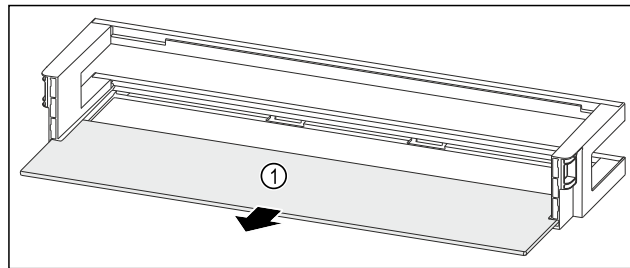

Fig. 163 Durvju plaukts ar plauktu
- ▶ Izņemiet plauktu Fig. 163 (1).